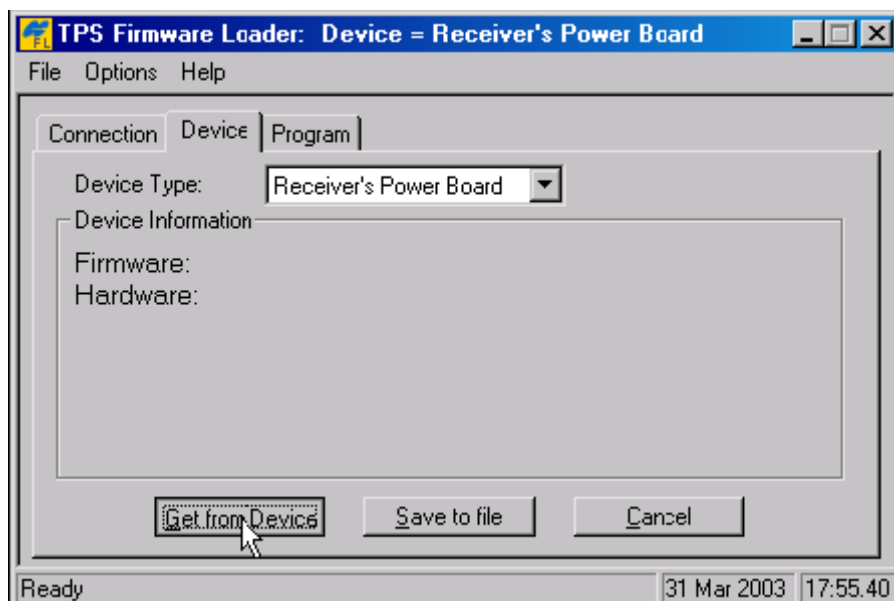

Рисунок 5-21. Установите тип устройства *Receiver's Power Board*
5. Выберите вкладку *Device*, в ней выберите значение *Receiver's Power Board* (*Плата питания приемника*) для поля *Device Type* (*Тип устройства*). После этого щелкните на кнопке *Get from Device* (*Опросить устройство*) для получения сведений об устройстве, см. рис. 5-21.